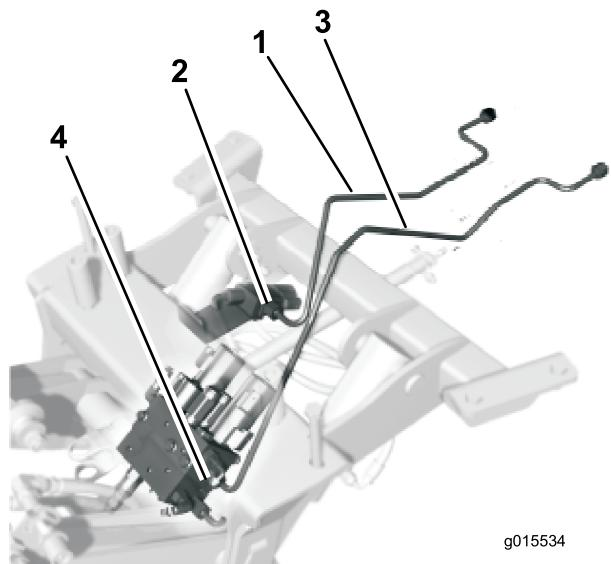

Figure 4
- Branchez sans serrer le tube hydraulique court au raccord droit de la valve (Figure 4).
- Branchez sans serrer le tube hydraulique long au raccord droit du collecteur (Figure 4).
- Guidez le tube hydraulique le plus court (Figure 4) autour et au-dessus de la tige de commande de déplacement.